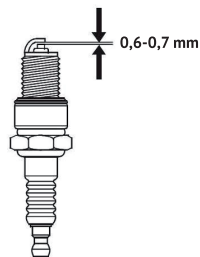

рис.5
7.2 Свеча зажигания см. рис.5
тор (рис.5 поз.1), используя отверстие (рис.5 поз.2) для смазки.